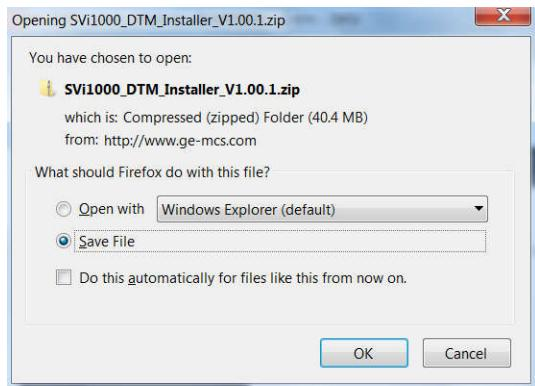

Рис. 35. Загрузка DTM
6. Щелкните ссылку. Будет отображен Рис. 35.